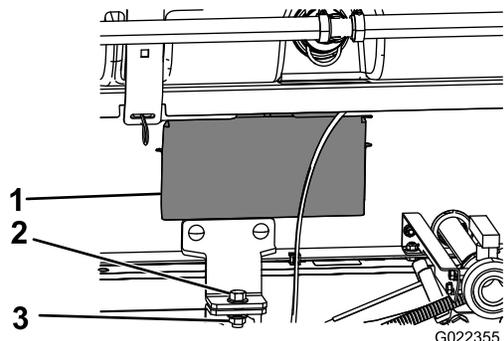

Рисунок 36
5. Снимите панели доступа с обеих сторон рамы (Рисунок 36).
8. Установите в боковые крепежные кронштейны модуля бака в сборе и в нижние кронштейны опорной рамы болт ($\frac{1}{2} \times 1\frac{1}{2}$ дюйма) и стопорную гайку ($\frac{1}{2}$ дюйма), как показано на Рисунок 36.